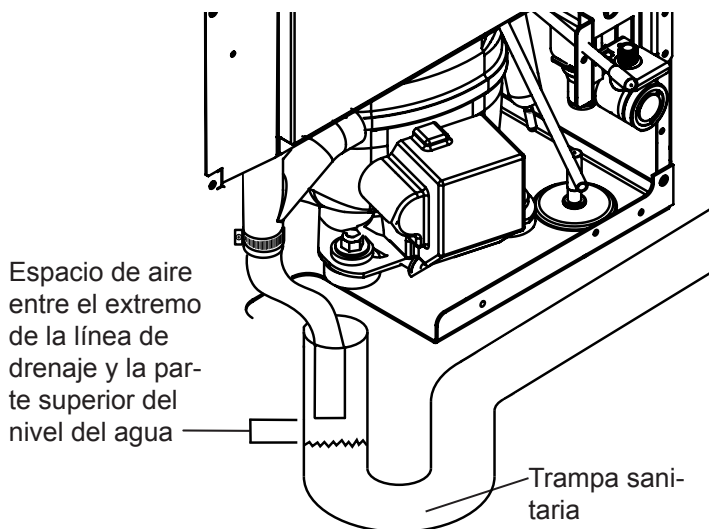

Figura 13: Ejemplo de un drenaje abierto.
- b. Que su línea de drenaje esté introducida en un drenaje abierto (Figura 13),